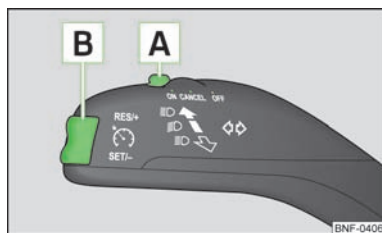

Fig. 66
- Pousser le commutateur **A** » fig. 66 sur la position **ON**.
- Pousser le bouton à bascule **B** » fig. 66 dans la position **RES**.
- Pour **réduire** la vitesse mémorisée, appuyez sur le bouton à bascule **B** » fig. 66 pour le placer en position **SET**.
Le régulateur de vitesse se **désactive temporairement** si vous poussez le commutateur **A** » fig. 66 dans la position **CANCEL** ou enfoncez la pédale de frein ou d'embrayage.
- Poussez le sélecteur **A** » fig. 66 sur la position **OFF**.